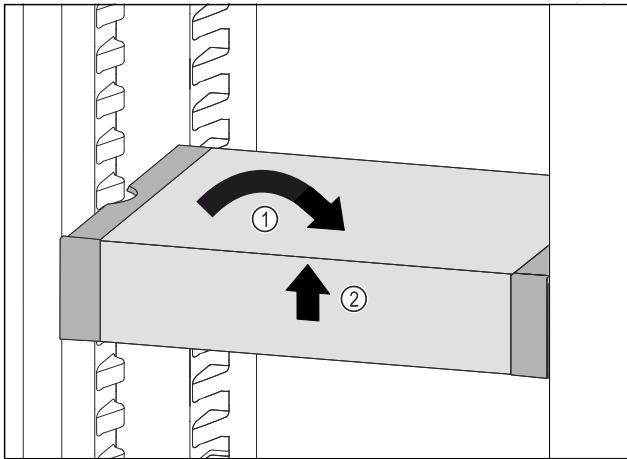

Fig. 158
- Remettre le VarioSafe droit. Fig. 158 (1)
- Soulever la partie avant du VarioSafe. Fig. 158 (2)